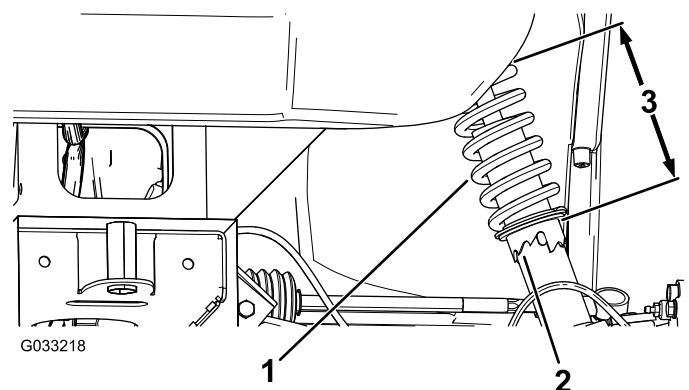

Figura 39
2. Si la caída de la rueda está mal, utilice la llave de gancho para girar el collarín del amortiguador para alinear la rueda (Figura 39).